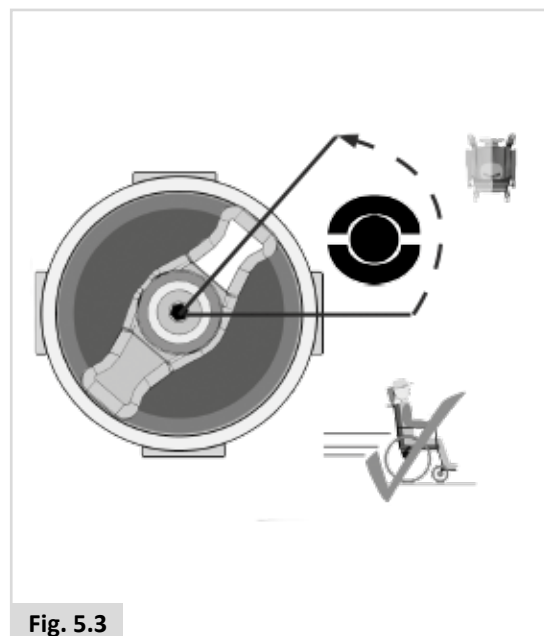

Fig. 5.3
1. Til kørsel af kørestolen. (Fig. 5.3).